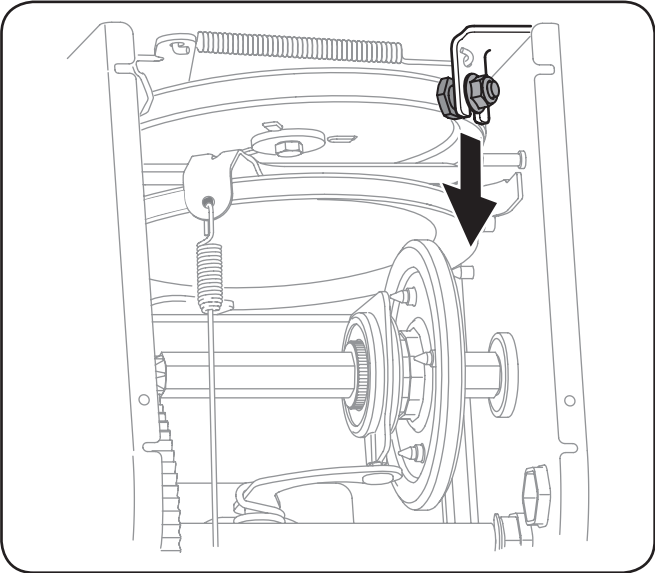

Figure 7-5
6. Desserrez et retirez la vis à épaulement qui sert de guide-courroie. Voir la Figure 7-5.